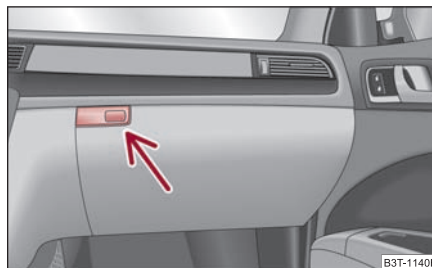

Fig. 107 Tableau de bord:
- Appuyez sur la touche ⇒ **fig. 107** - le couvercle se rabat.